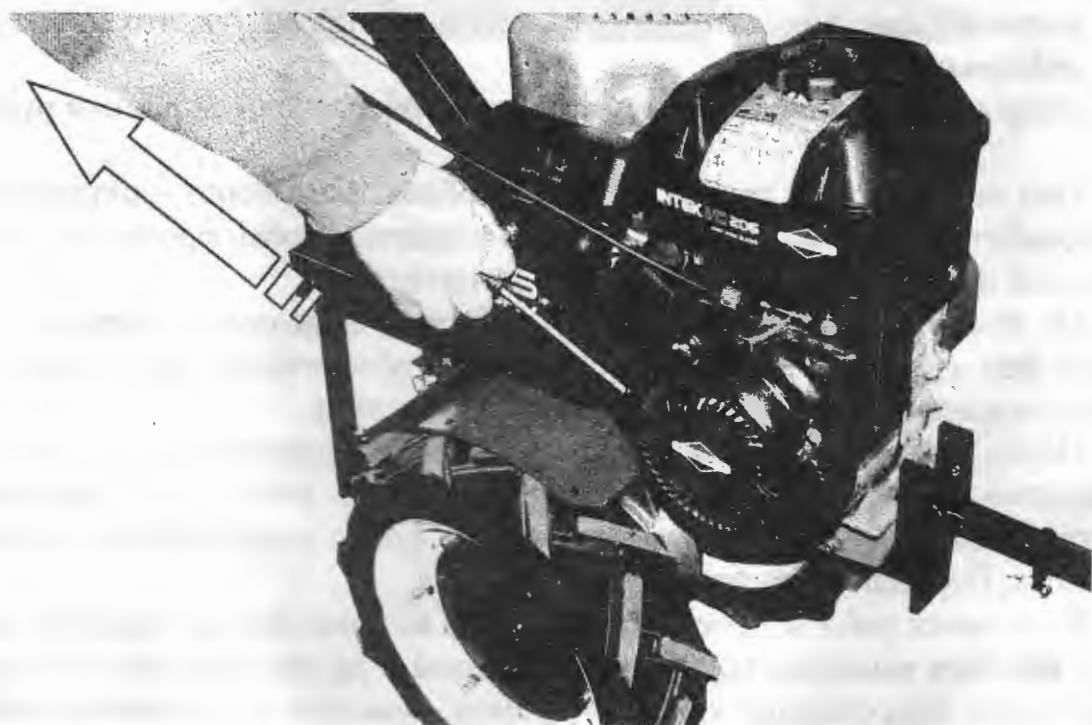

Рисунок 16 – Запуск двигателя.
- возьмите рукоятку шнура и медленно потяните до тех пор, пока не почувствуете сопротивление (~200 мм.) рисунок 16